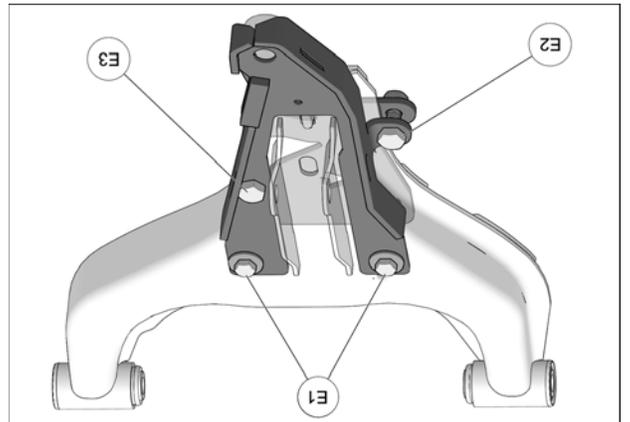

Fig. 19
9. Serrer écrou (1) du joint à rotule au couple spécifié par le fabricant du véhicule. Serrer ensuite les boulons M10 (E3-E2) à un couple de 50 N-m [37 lb-pi] et les boulons M8 (E1) à un couple de 25 N-m [18 lb-pi]. Voir la Fig. 19.